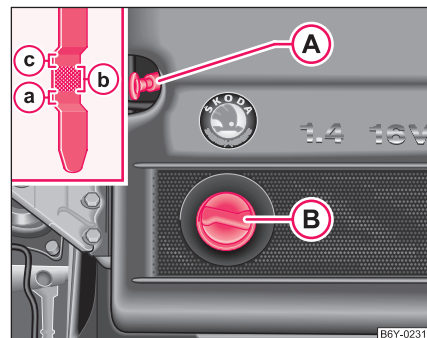
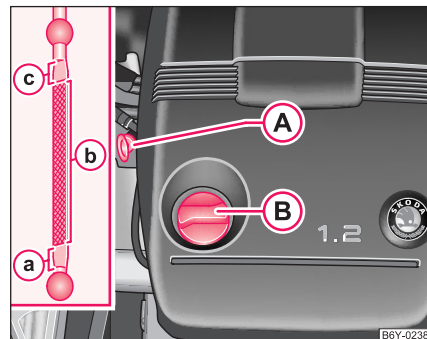

Fig. 127 Joja la motorul 1,4 l/174 kW
Fig. 128 Joja la motorul 1,2 l/140 kW
Pentru a mări claritatea, în figuri am prezentat doar o parte a compartimentului motor cu motorul de 1,4 l/74 kW ⇒ Pagina 177, Fig. 127 și motorul de 1,2 l/40 kW ⇒ Pagina 177, Fig. 128.
- Deșurubați capacul gurii de alimentare cu ulei de motor  ⇒ Pagina 177, Fig. 128.